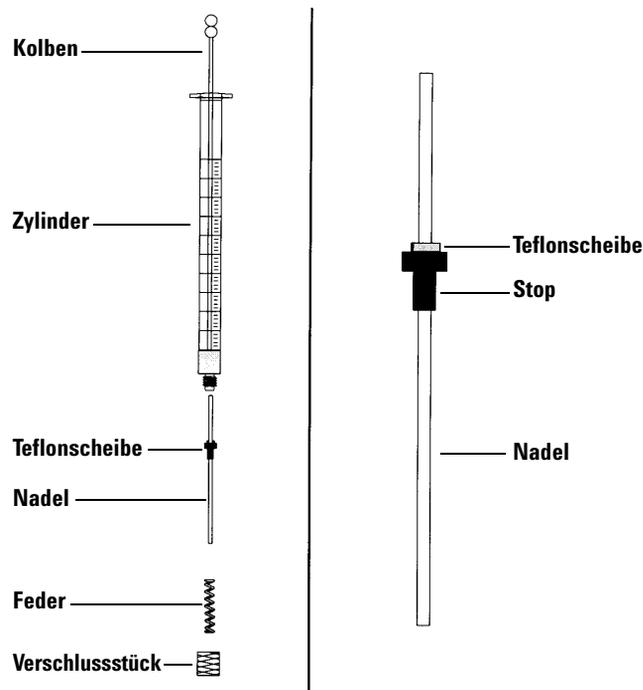

Abb. 104 Spritzenbestandteile
So setzen Sie eine Nadel in einen Spritzenzylinder ein (Abb. 104)
- 2** Stellen Sie sicher, dass die Nadel über eine Teflonscheibe verfügt (**Abb. 104**). Wenn der Spritzenzylinder über keine Teflonscheibe verfügt, präparieren Sie die Nadel gemäß den Anweisungen der Spritzenpackungsbeilage selbst.